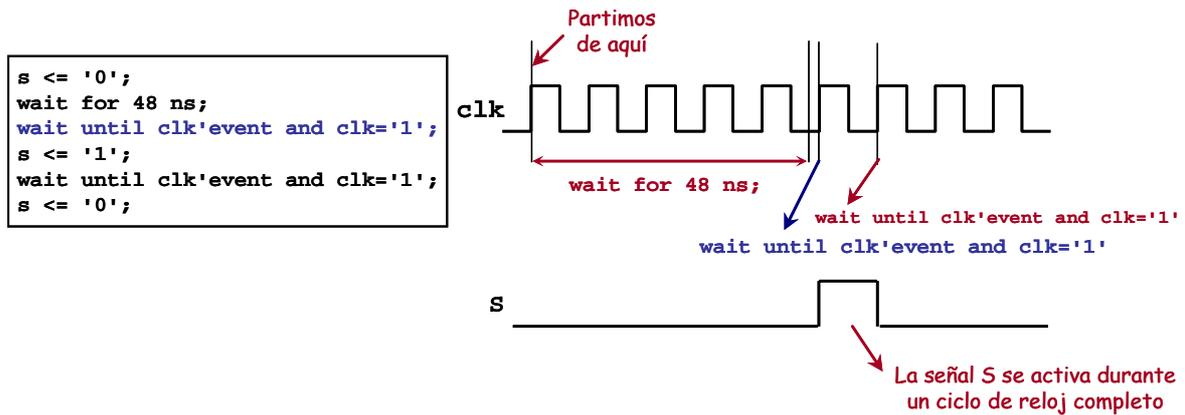

Figura 7.21: Solución a la espera por tiempos seguida de espera por eventos (figura 7.20)
Para evitar este tipo de situaciones, cuando queramos activar una señal durante un ciclo de ciclos de reloj, será conveniente hacer una espera por eventos de una señal sincronizada con el reloj (no tiene que ser el reloj, puede ser la señal transmitiendo como hemos hecho anteriormente). La figura 7.21 explica de manera gráfica la solución.
- Esperamos al siguiente flanco de subida del reloj para sincronizar (figura 7.21).